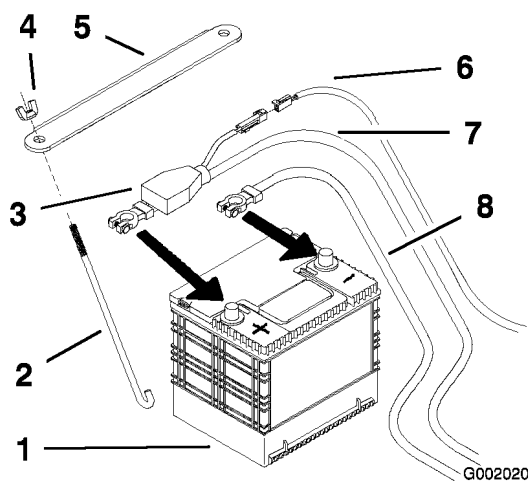

Figure 50
4. Commencez par débrancher le câble négatif de la batterie de la borne négative (-) de la batterie (Figure 50).
5. Ôtez le capuchon rouge de la borne positive (rouge) de la batterie. Débranchez ensuite le câble positif (rouge) de la batterie (Figure 50).
- Placez la batterie dans son support en tournant les bornes à l'opposé du réservoir hydraulique (Figure 50).
- Fixez les câbles à l'aide de 2 boulons (1/4 x 3/4 po), 2 rondelles (1/4 po) et 2 contre-écrous (1/4 po) (Figure 50).
- Fixez la batterie en position avec des boulons en J, une barrette de maintien et 2 rondelles (1/4 po), ainsi que 2 écrous à oreilles (1/4 po) (Figure 50).